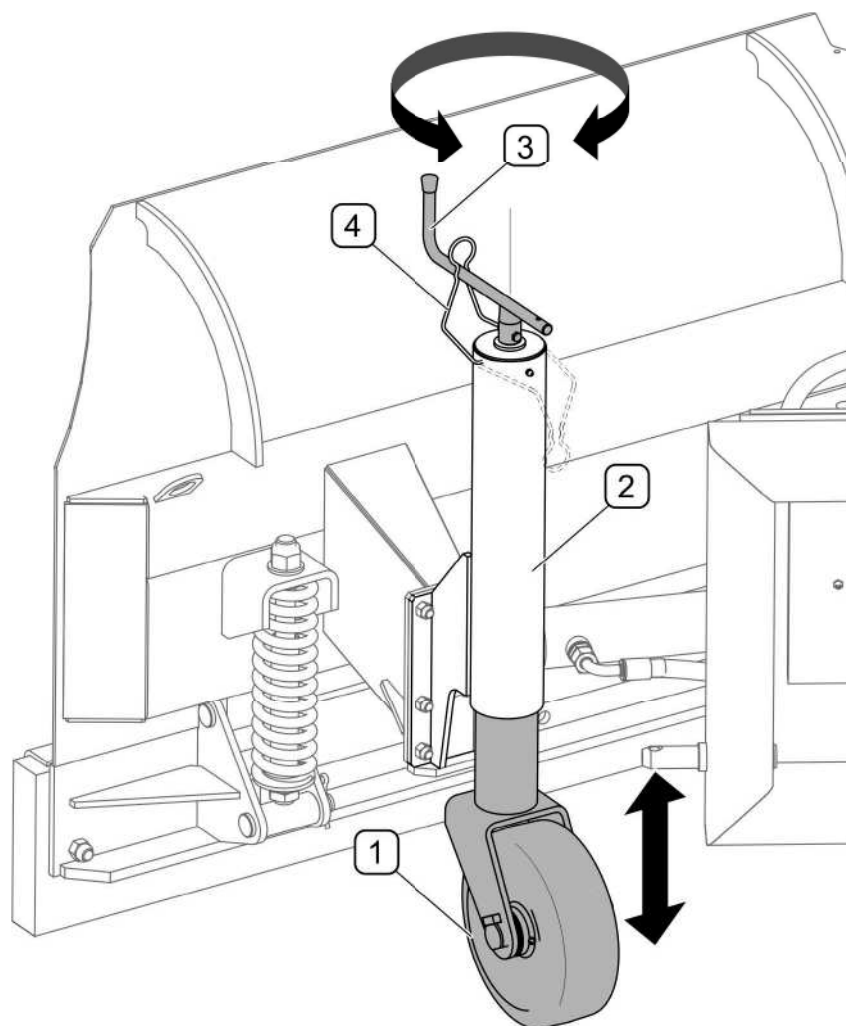

РИСУНОК 4.9 Регулирование рабочей высоты в плугах, оснащенных ходовыми (1)- колесо; (2)- корпус; (3)- рукоятка; (4)- блокада рукоятки
В плугах, оснащенных ходовыми колесами (РИСУНОК 4.9), регулирование рабочей высоты осуществляется путем перемещения колеса (1) вверх или вниз в корпусе (2) поворотом рукоятки (3). Рукоятка фиксируется блокадой (4). Требуемая высота колеса фиксируется положением рукоятки (3) и блокадой (4). Рекомендуется, чтобы оба колеса располагались на одинаковой высоте.